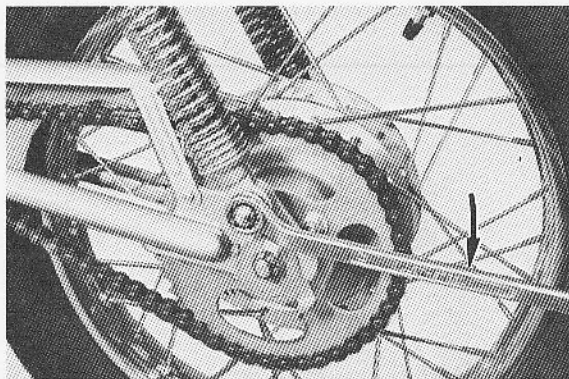

Fig. 5-8-2
1. Remove the shock absorber from the machine. (Fig. 5-8-2)
1. Enlever l'amortisseur de la machine. (Fig. 5-8-2)